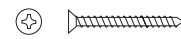

図1
- ・ウォールユニットの背板に取付穴(φ4.5)をあけ、⊕ハイロラップネジ4.0×50にて壁面に取付けてください。(図1)